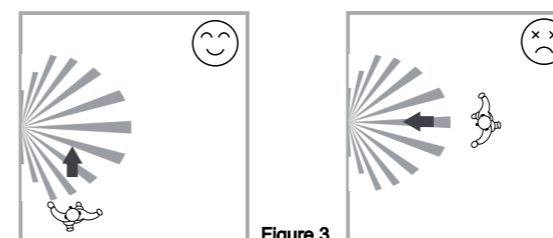

Figure 3
3.1.2 Soyez attentif au test de marche. Le détecteur est plus sensible aux mouvements à travers les segments et moins lorsque le mouvement s'effectue vers le segment. (Voir figure 3).